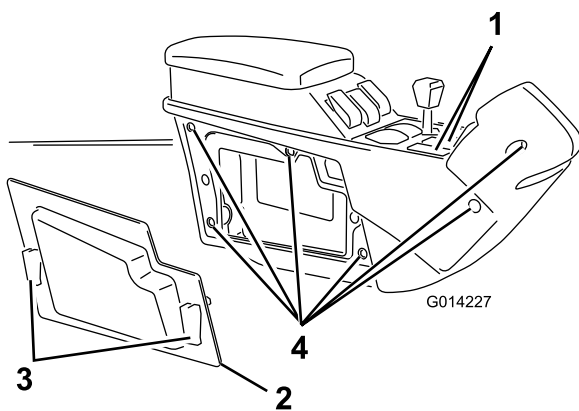

Figura 27
1. Retire as 2 tampas dos furos dos interruptores do marcador de espuma na consola central (Figura 27).
- Liberte os 2 trincos rápidos e retire o painel do lado direito na consola central (Figura 27).
- Remova os 6 parafusos que mantêm a cobertura lateral direita na consola central (Figura 27).